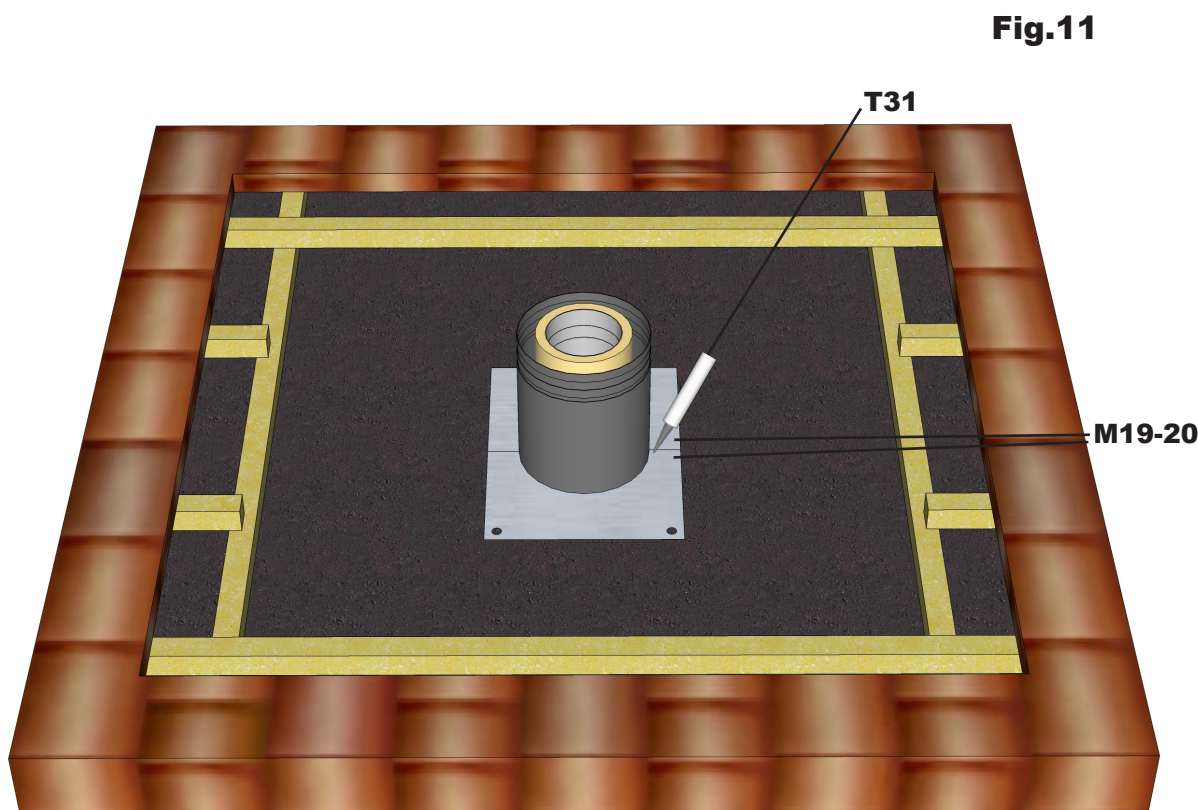

Fig.11
2. Underbeslagets funktion är att dels stabilisera skorstenen samt leda bort ev. kondens och regnvatten/smältvatten som tagit sig in under taktegel/takplåten samt att möjliggöra fixering av skorstenen genom att skruva fast skorstenens yttermantel i M19-20. Underbeslaget M19-20 (tvådelat blankt beslag med droppkant) tätas mot råsponten med T31 –taktättningsmassa och om möjligt innan montering av underbeslaget skärs en bit av tjärpappen upp, som sedan kan vikas tillbaka över den övre delen av underbeslaget samt tätas med taktättningsmassa. Underbeslaget skruvas fast i råsponten. OBS. för extra täthet kan remsor av tjärpapp klistras på från befintlig tjärpapp och in på det blanka underbeslaget och tätas omsorgsfullt med taktättningsmassa. Tänk alltid på att få en omlottläggning av tjärpapp så att vattnet obehindrat kan rinna förbi underbeslaget utan att fastna någonstans. Se Fig. 11